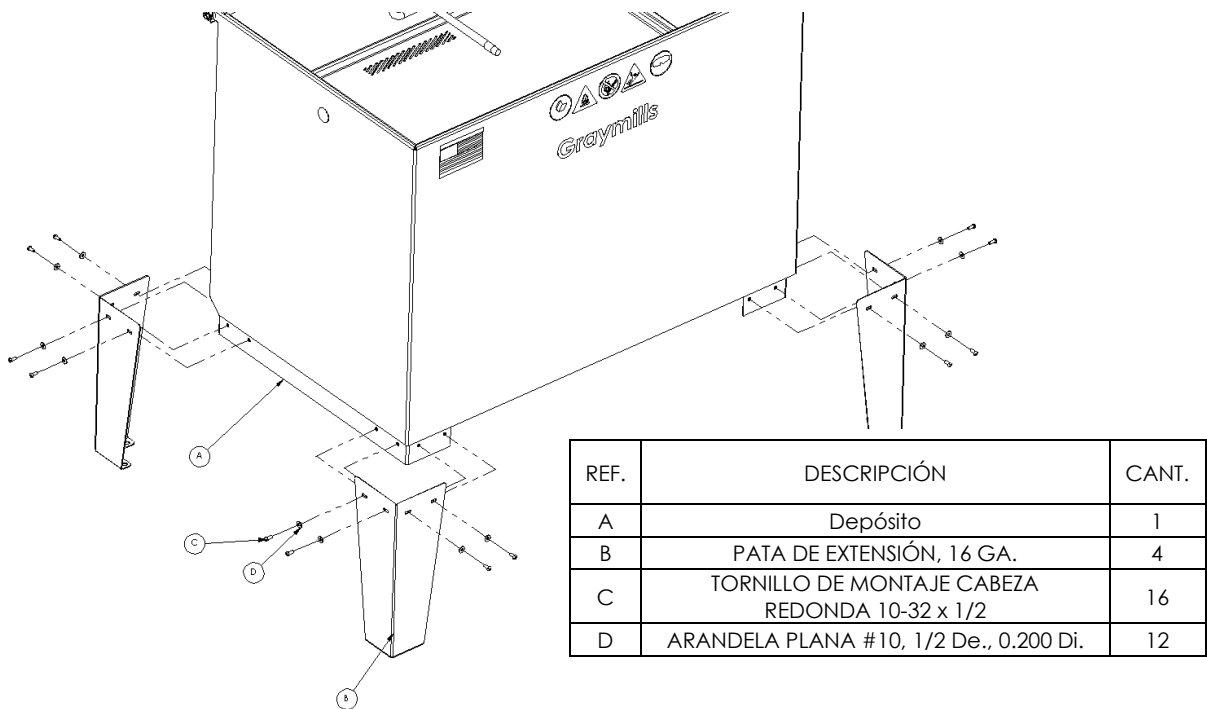

FIGURA 1
Después de sacar el Handi-Kleen de su caja de empaque, retire los estantes o piezas internas sueltas que están en el depósito (FIGURA 1 (A)) y coloque el depósito de lado y ensamble las patas (FIGURA 1 (B)) en el lado **externo** de los soportes del depósito (si se colocan en el lado interno de los soportes, no se podrán alinear los agujeros). Se recomienda que aplane la caja de empaque y la coloque debajo del depósito mientras instala las patas a fin de evitar rayar la pintura y que esta tarea sea realizada por un mínimo de dos personas. Apriete firmemente todos los 16 tornillos (FIGURA 1 (C)) en las tuercas soldadas en el depósito asegurándose de incluir todas las arandelas planas (FIGURA 1 (D)). [En PL424 solo hay un juego de patas. Una pata soporta el ancho completo del depósito en cada extremo]. Voltee la unidad a posición vertical. Instale el Handi-Kleen en una ubicación conveniente cerca de una toma eléctrica o suministro de aire comprimido, alejada de llamas abiertas o chispas. Revise y apriete todas las conexiones antes de llenar con solvente. El nivel de líquido debe permanecer por debajo de la línea de nivel alto. NO sobrellene. Mantenga la tapa cerrada cuando la unidad no esté en uso a fin de reducir la evaporación del líquido de limpieza. La tapa blanca reflectora ayuda a la visibilidad cuando está abierta.